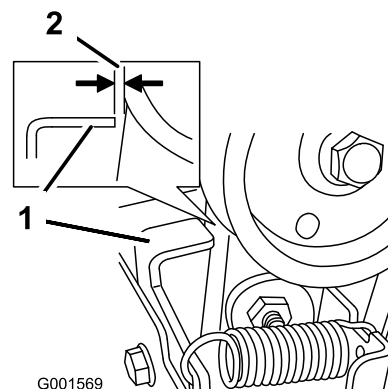

Рисунок 45
3. При отпущенном рычаге шкива/крыльчатки убедитесь в том, что зазор между узлом муфты шкива и лапкой составляет 1,5 мм (Рисунок 45).